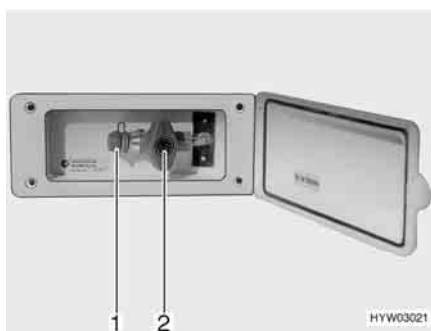

Fig. 104 Presa gas esterna, rubinetto di arresto del gas chiuso
La presa gas esterna (Fig. 104) si trova sul lato destro del veicolo.
- Collegare l'apparecchio a gas esterno all'attacco (Fig. 104,1).
- Aprire il rubinetto di arresto del gas (Fig. 104,2).